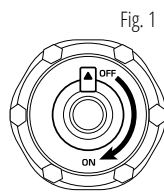

Fig. 1
3. Open het ontluichtingsventiel op de brandstoftankdop door dit in de stand „ON” te zetten (afb. 1).